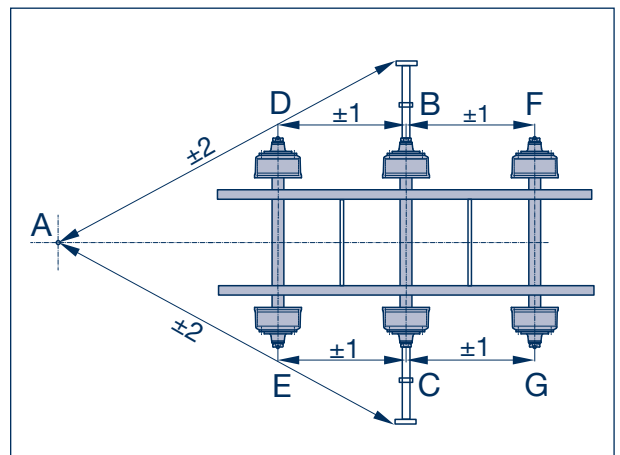
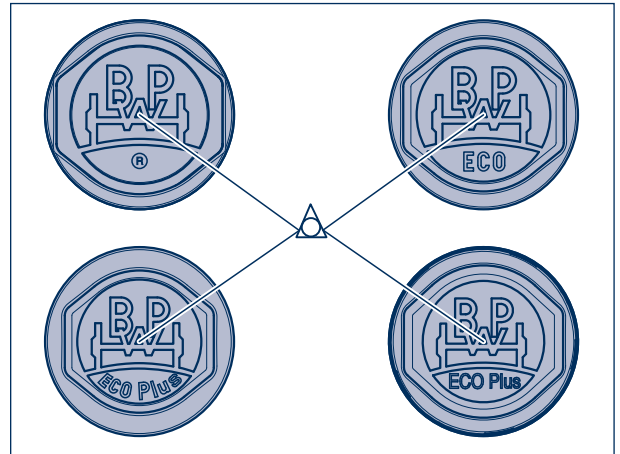

Bild 5
Bild 10
- [7] Messungen wiederholen, bis die Diagonalmäße A-B und A-C gleich groß sind (Bild 5).
- [10] Abstand von der Bezugsachse bis zu den nächsten Achsen mit Körnerspitzen im Dreieck der Nabenkapseln (Bild 10) bzw. bei alten Nabenkapseln in den Ansenkungen der Achsschenkel messen, zul. Toleranz  $\pm 1$  mm (Bild 5).